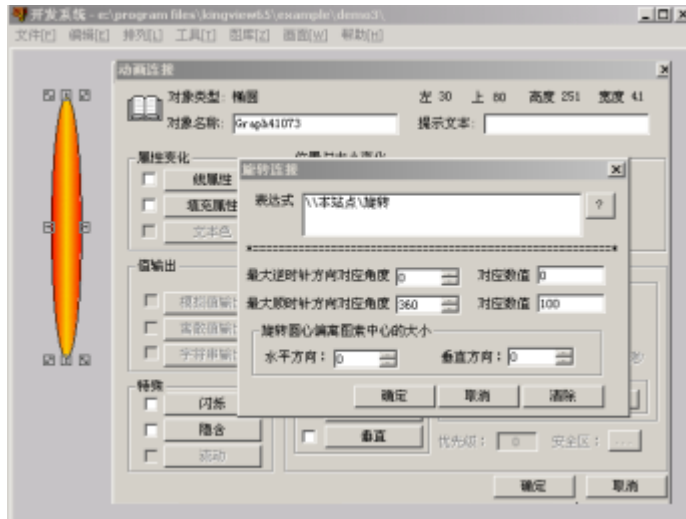

图 13.26 创建图素及动画连接
- 1) 绘制图素，并做必要的动画连接等。如图 13.26 所示。创建一个小的矩形，然后创建一个椭圆，定义过渡色类型。定义椭圆的动画连接为旋转，连接的变量为整型变量“旋转”。